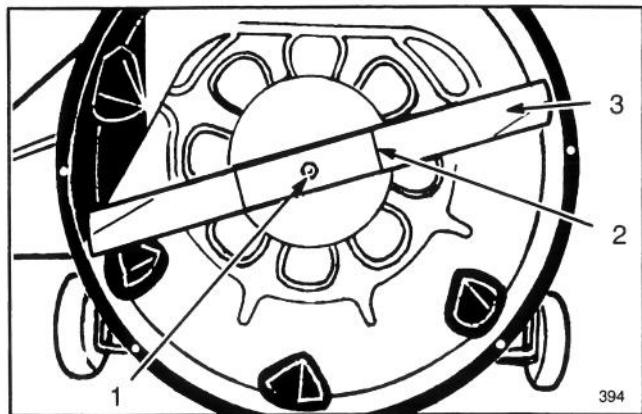

Figure 20
6. Saisir l'extrémité de la lame à l'aide d'un chiffon ou d'un gant épais. Puis enlever le boulon de la lame, la rondelle et la lame (Fig. 20).
9. Remettre l'un après l'autre, la lame, le raidisseur, la rondelle et le boulon de la lame (Fig. 20). Appuyer le côté concave de la rondelle incurvée contre la lame. Serrer le boulon à 61-81 Nm.
- 7.** Profiter de ce que la machine est debout pour vérifier l'état de la lame (Fig. 20).